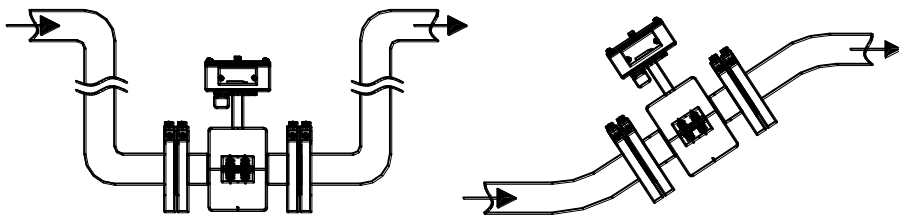

Рис.8.2
8.2.3 В месте установки ППР в трубопроводе не должен скапливаться воздух. Наиболее подходящее место для монтажа – нижний или восходящий участок трубопровода (см. рис.8.2).